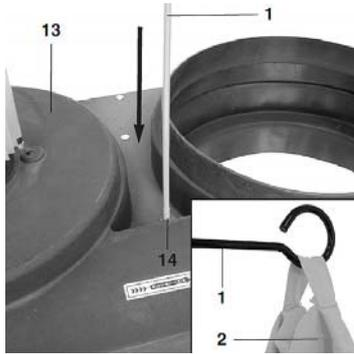

Fig. 9: Montaje del gancho del saco recogepolvo
Paso 7: Inserte el gancho de la bolsa de polvo (1) en el orificio (14) en la carcasa de plástico (13) y enganche la bolsa de polvo (2) en el gancho de la bolsa de polvo (Fig. 9).